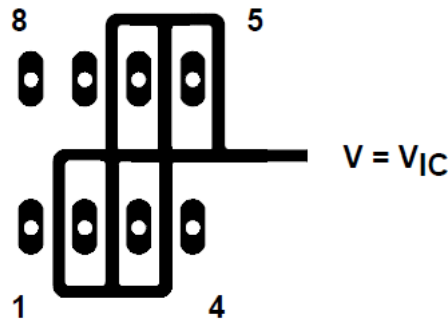

図 5-4. デバイス入力周辺の絶縁金属 (JG および P パッケージ)
1. デバイスを他の潜在的なリーク源から絶縁します。デバイス入力周囲の周囲と間に、接地されたシールドを使用します (図 5-4 を参照)。そうしなければ入力に流れ込む可能性のあるリーケージがシャントされます。
TLC272 および TLC277 は入力インピーダンスが非常に高く、バイアス電流が低いため、低レベルの信号処理に適していますが、プリント基板やソケットに流れるリーク電流がバイアス電流要件を簡単に超え、デバイス性能が低下する可能性があります。入力の周囲にガードリング (セクション 5 セクションの 図 5-4 のものと同様) を配置することをお勧めします。